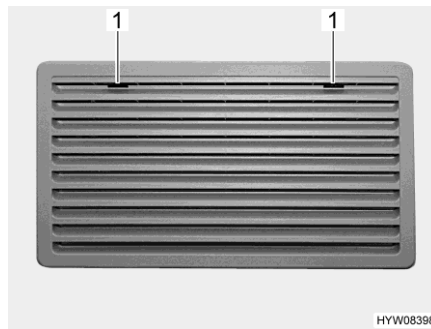
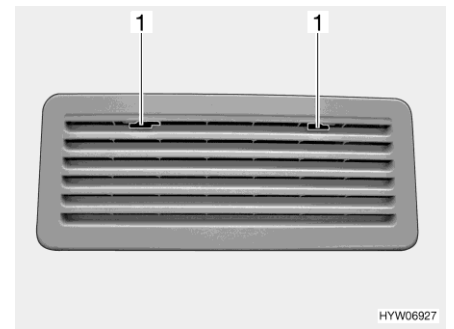

Bild 126 Kühlschrank-Lüftungsgitter (Thetford groß)
Bild 127 Kühlschrank-Lüftungsgitter (Thetford klein)
- Arretierung (Bild 126,1 oder Bild 127,1) zur Mitte schieben.